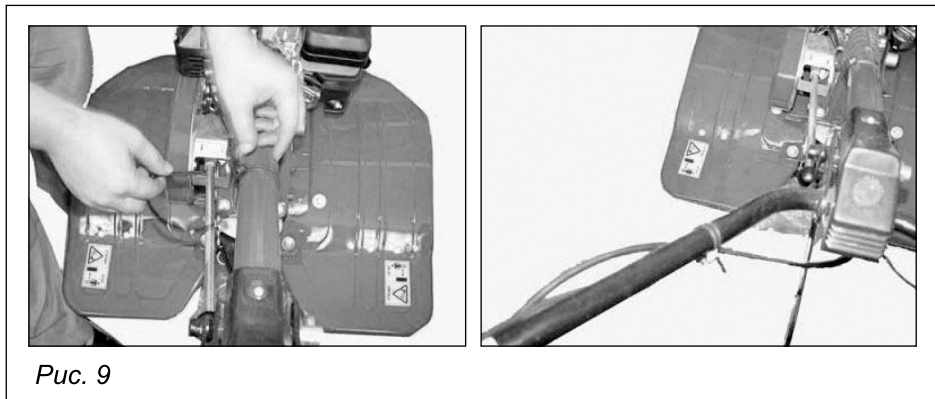

Рис. 9
10. Зафиксируйте трос сцепления на руле с помощью хомута (рис. 9).